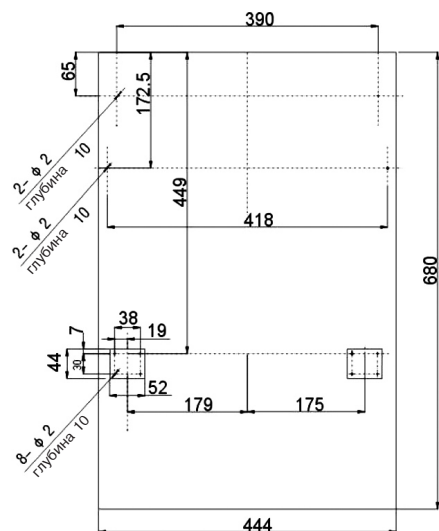

Рис. 3. Для модели BDE 4507.
1. Декоративная деревянная панель, прикрепляемая к дверце посудомоечной машины, должна быть подготовлена в соответствии с чертежом, представленным на рис. 3.